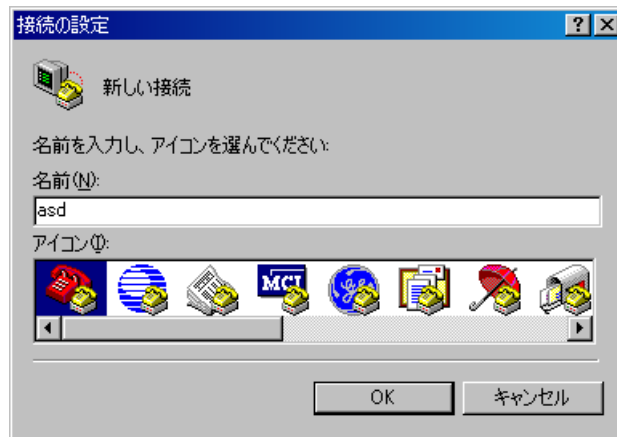

図 3-5-2. 接続の設定(名前入力)
- ③「接続の設定」ウィンドウが表示されますので、名前を入力し「OK」ボタンを押下します。図 3-5-2 では名前を「asd」と入力します。